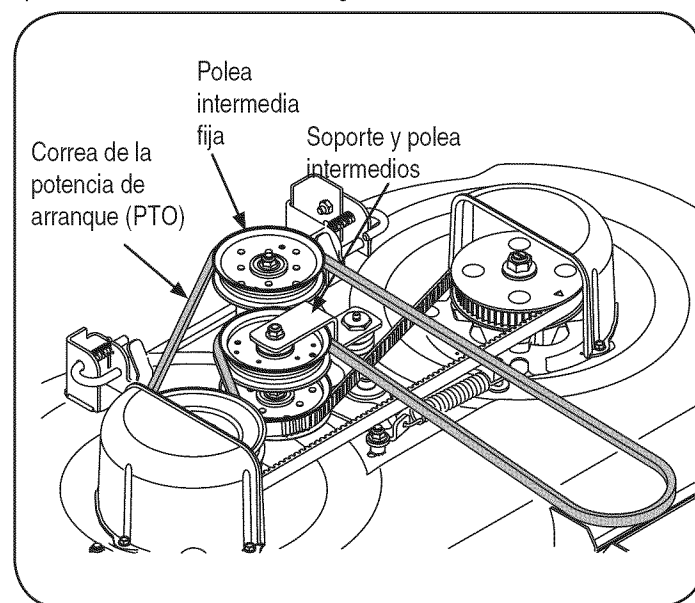

Figura 22
**NOTA:** Puede resultar necesario aflojar el tornillo hexagonal y la tuerca de seguridad con brida que sujetan la polea al soporte de la polea intermedia para pasar la correa entre la polea y el soporte. Deslice la correa entre la base de la polea intermedia y la parte superior de la polea intermedia de la correa de sincronización que aparece a continuación. Vea la Figura 22.
3. Enlace la correa y empújela fuera de la ranura en V de la polea de accionamiento ubicada en el conjunto derecho del husillo. Levante la correa por encima de la polea y hacia afuera desde la parte inferior de la cubierta del husillo. Vea la Figura 22.
5. Pase el lado posterior de la correa alrededor de la polea intermedia y entre dicha polea y la ménsula intermedia. Ajuste nuevamente el tornillo hexagonal y la tuerca seguridad con brida si los aflojó previamente. Vea la Figura 22.
6. Haga pasar la correa alrededor de la polea intermedia fija como se indica en la Figura 22 y vuelva a instalar la plataforma como se describe en "Reinstalación de la plataforma de corte" más adelante en esta sección.